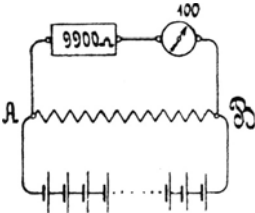

Fig. 9.
66. Einem  $100 \text{ ohmigen}$  Galvanometer sind  $9900$  [ $8900$ ] ( $4900$ )  $\Omega$  vorgeschaltet (Fig. 9). Welche Spannung herrscht zwischen den Punkten A und B, wenn das Galvanometer  $110$  [ $125$ ] ( $145$ ) Skalenteile anzeigt?
69. Die Spannung zwischen A und B (Fig. 9) beträgt schätzungsweise  $25$  [ $40$ ] ( $150$ ) V. Welcher Widerstand muß dem  $100 \Omega$  Galvanometer vorgeschaltet werden, damit dann  $150^\circ$  Ausschlag entstehen, und wie groß ist die Spannung in Wirklichkeit, wenn das Galvanometer nur  $149^\circ$  anzeigt?